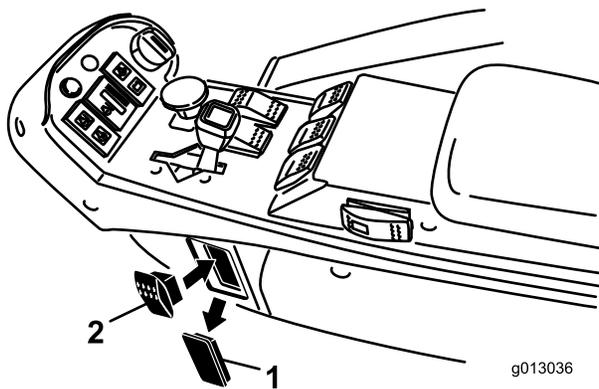

Figura 9
3. Agendo dall'interno del pannello interruttori del braccio di comando spingete il tappo fuori dal foro presente sul lato del quadro di comando (Figura 9).
4. Premete l'interruttore nel foro di montaggio del quadro di comando (Figura 9).